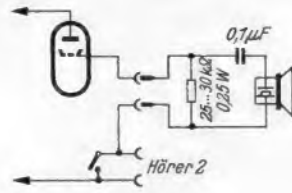
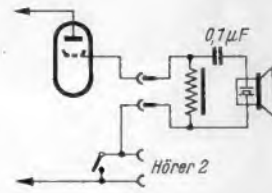

Bild 2. Anschluß eines Kristallhörers mit einem ohmschen Anodenwiderstand
Bild 3. Anschluß eines Kristallkopfhörers mit einer Anodendrossel
5. Das Anschließen eines Kristallhörers ist gleichfalls möglich. Diese Hörer sind jedoch hochohmig und müssen gleichstromfrei angeschlossen werden. Als Außenwiderstand ist hierfür ein Widerstand von 25 bis 30 k $\Omega$  (0,25 W) nötig, ferner ein Kondensator von mindestens 0,1  $\mu$ F Kapazität (Bild 2). Größere Lautstärke und besseren Klang ergibt allerdings eine Ausgangsdrossel mit möglichst hoher Impedanz (Bild 3).